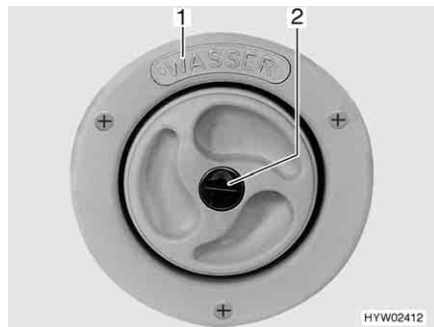
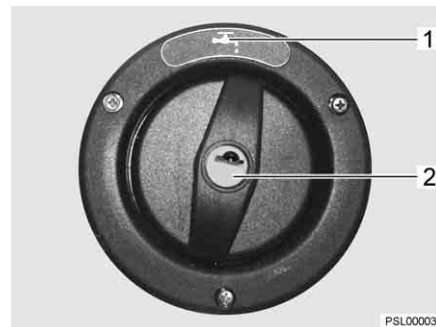

Bild 53 Lock för påfyllningsöppningen för dricksvatten
Bild 54 Lock för påfyllningsöppningen för dricksvatten (alternative)
- Påfyllningsöppningen för dricksvatten är märkt med texten "WASSER" (vatten) (Bild 53,1) eller med symbolen "WASSER" (Bild 54,1).
- Stick in nyckeln i låscyndern (Bild 53,2 resp. Bild 54,2) och vrid moturs.